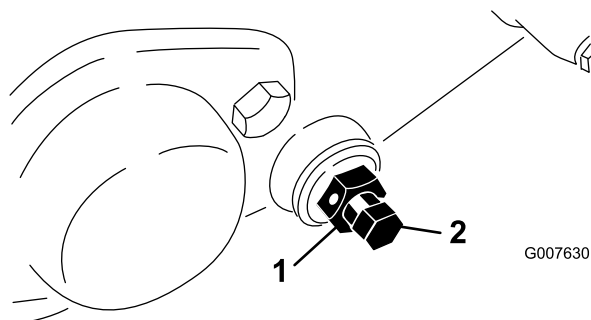

図 49
3. ベッドバー・ボルト (図 49) を固定しているジャムナット (機体両側) をゆるめる。
4. 各ベッド・バー・ボルトを抜いてベッド・バーを下に引き抜いて外す。ベッド・バーの両端にナイロン・ワッシャとスチール・ワッシャが2枚ずつあるので注意する (図 49)。